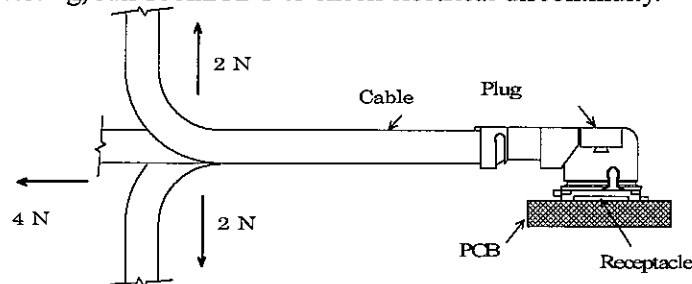

Fig.2
(4) Cable retention force / ケーブル保持力
A. Testing : Apply force on the cable as shown in Fig.2.
A. 試験法: Fig. 2のようにケーブルに力を加える。尚、試験中にDC100mAの電流を流して電氣的瞬断を確認する。